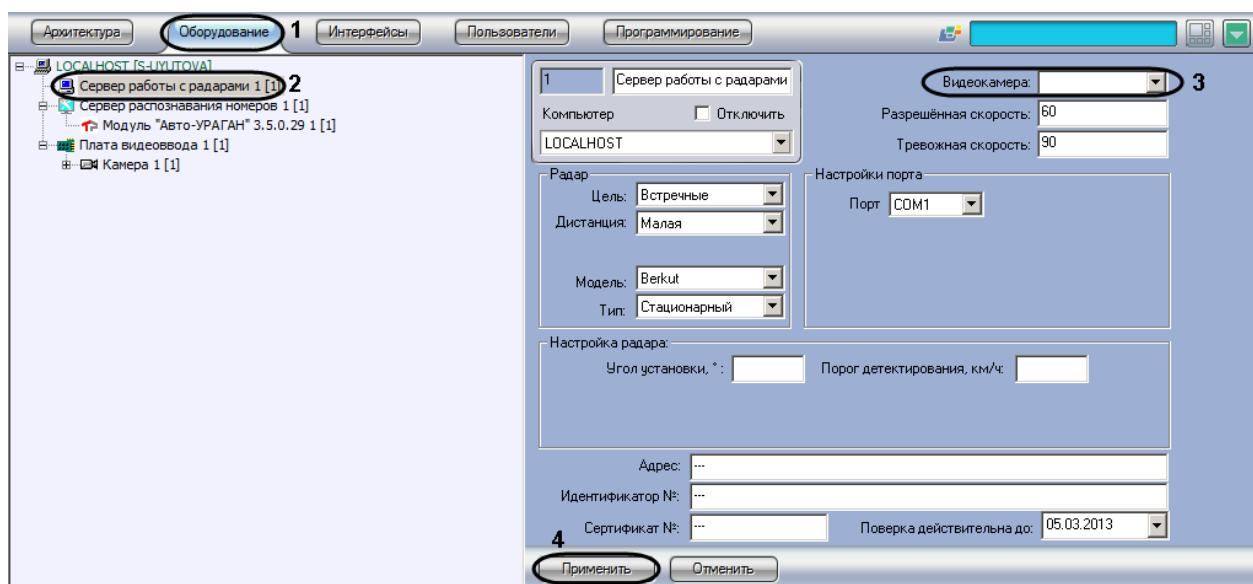

Рис. 7.3—2. Выбор объекта «Камера» для совместной работы с Сервером распознавания номеров
2. В дереве объектов на вкладке «Оборудование» выбрать объект «Сервер работы с радарами», соответствующий настраиваемому программному модулю «Радар» (см. Рис. 7.3—2, 2). В правой части вкладки «Оборудование» отобразится панель настройки выбранного объекта.
3. В списке «Видеокамера» выбрать объект «Камера», который соответствует видеокамере, настроенной для совместной работы с Сервером распознавания номеров (см. Рис. 7.3—2, 3).
4. Нажать кнопку «Применить» (см. Рис. 7.3—2, 4).